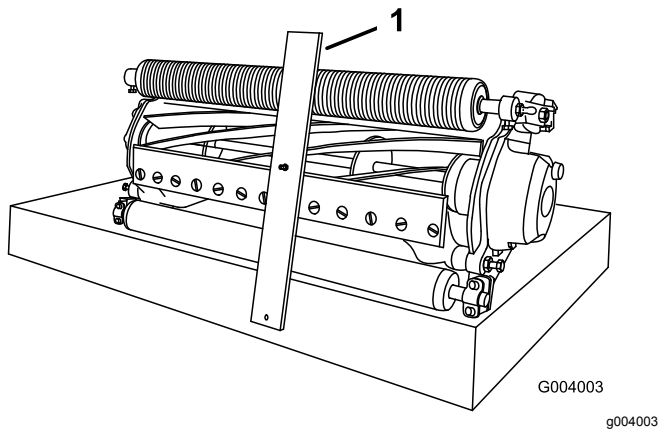

Figura 19
2. Agganciate la testa del bullone del calibro dell'altezza di taglio sul lato destro del tagliente della controlama e appoggiate l'estremità posteriore della barra sulla parte posteriore del rullo (Figura 19).